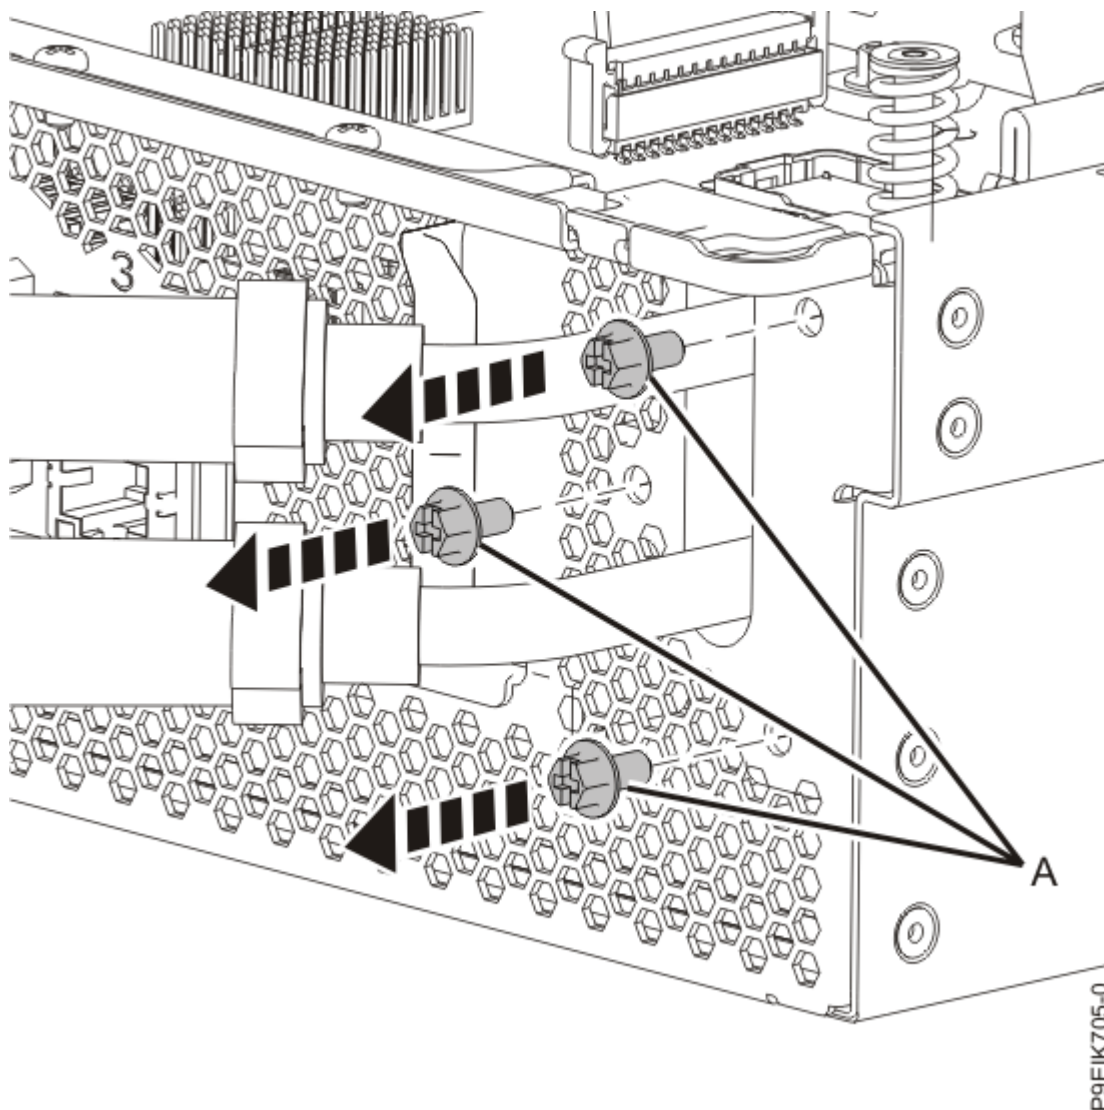

Figure 6. Retrait des vis de maintien des conduites d'eau arrière
3. Retirez les trois vis **(A)** qui maintiennent les conduites d'eau à l'arrière du système, comme illustré dans la Figure 6, à la page 10.